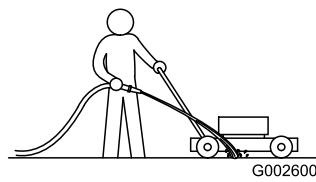

図 15
- エンジンを始動し、ブレードを回転させた状態で、右後ろの車輪から付近からデッキ内部に水を掛ける図 15。